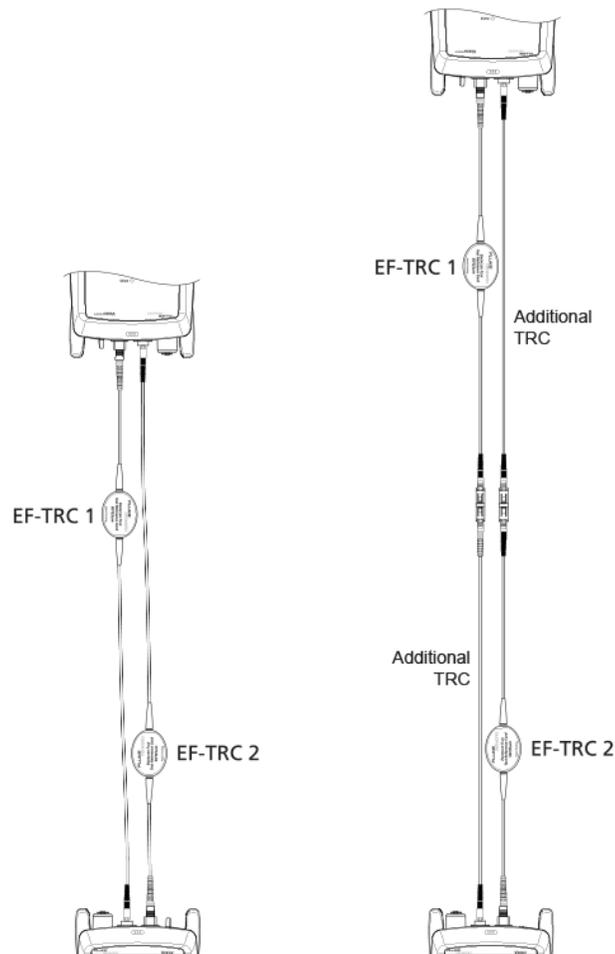

Figura 3. Referência e conexões de teste TRC para o modo de controle remoto inteligente
2. Desconecte os cabos de teste de referência das portas de entrada no testador e no controle remoto e, em seguida, use os cabos do teste de referência e os adaptadores para fazer as conexões para verificar os CVRs, conforme mostrado na tela e na Figura 3.